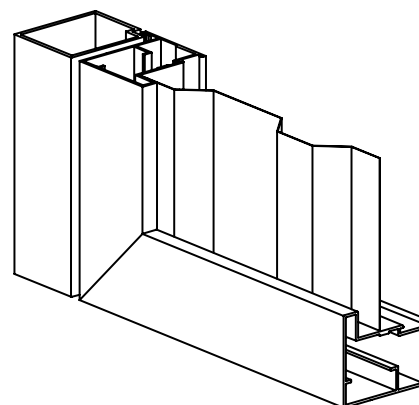

Рис. 7.6.6 – Калитка со встроенным монтажем, направлением открывания влево, наружу с вертикальным встроенным заполнением из профилированного листа:
- калитки со встроенным типом монтажа с открыванием наружу (рис. 7.6.6, 7.6.7);